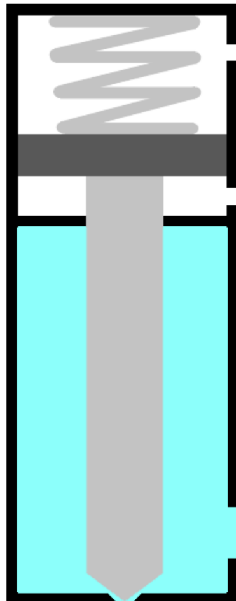
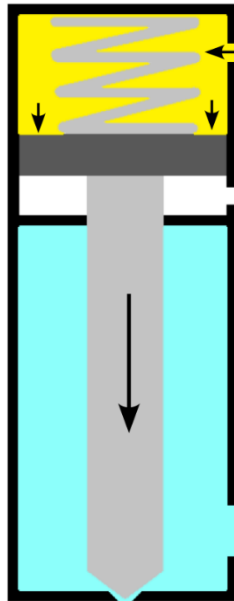
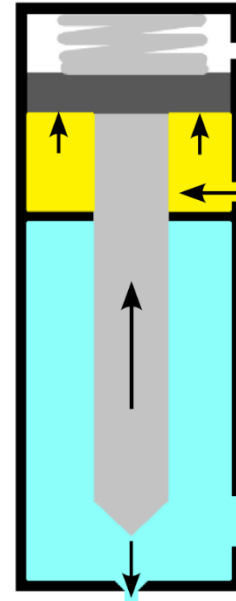

Abbildung 03 – Ruhephase
Abbildung 04 – Ruhephase
Abbildung 05 – Dosierphase
Im Fall des einfachwirkenden Betriebs hält die Feder das Ventil geschlossen, daher muss der Flüssigkeitsdruck unter dem von der Feder erzeugten Druck liegen, um das Ventil geschlossen zu halten (Abbildung 03). Die Flüssigkeit befindet sich am Flüssigkeitseinlass, dessen Eingang durch die Nadel blockiert ist, die durch die Feder in Position gehalten wird. Wird der Knopf am Griff gedrückt, sendet die SPS ein Schaltsignal an das Magnetventil. Dadurch strömt Luft über den Dosiereingang ein, hebt den Kolben und damit auch die Nadel an, sodass die Flüssigkeit bis zur Düse fließen kann (Abbildung 05).
Bei doppelwirkendem Betrieb ist die Arbeitsweise ähnlich wie bei einfachwirkendem Betrieb, nur dass neben der Feder, die das Ventil geschlossen hält, ein pneumatischer Druck vom Schließeingang des Ventils vorhanden ist (Abbildung 04). Dies ist erforderlich, wenn mit Flüssigkeitsdrücken gearbeitet werden muss, die höher sind als der von der Feder ausgeübte Druck.
- Die Flüssigkeit steht unter Druck am Flüssigkeitseinlass; im Fall des einfachwirkenden Betriebs nur mit der Feder, die den Flüssigkeitsaustritt verschließt (Abbildung 03), im Fall des doppelwirkenden Betriebs auch mit pneumatischem Druck (Abbildung 04);
- Die Nadel hebt sich, wodurch die Flüssigkeit austreten kann (Abbildung 05);